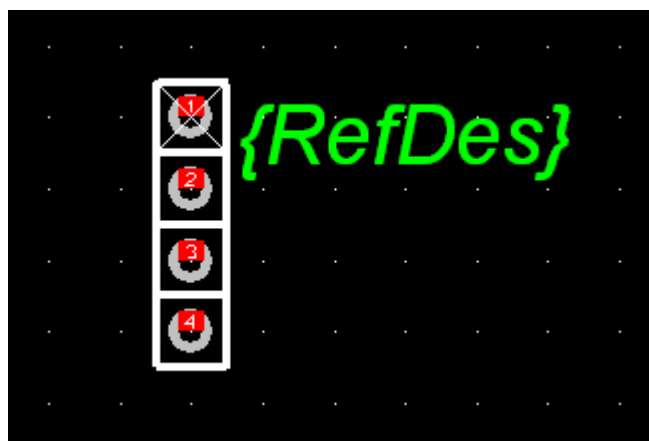

Рис. 27 Посадочное место разъема PLS4 (**Grid=2.5mm**)
- 9.4 Создайте посадочное место для разъема PLS4 (рис. 27).